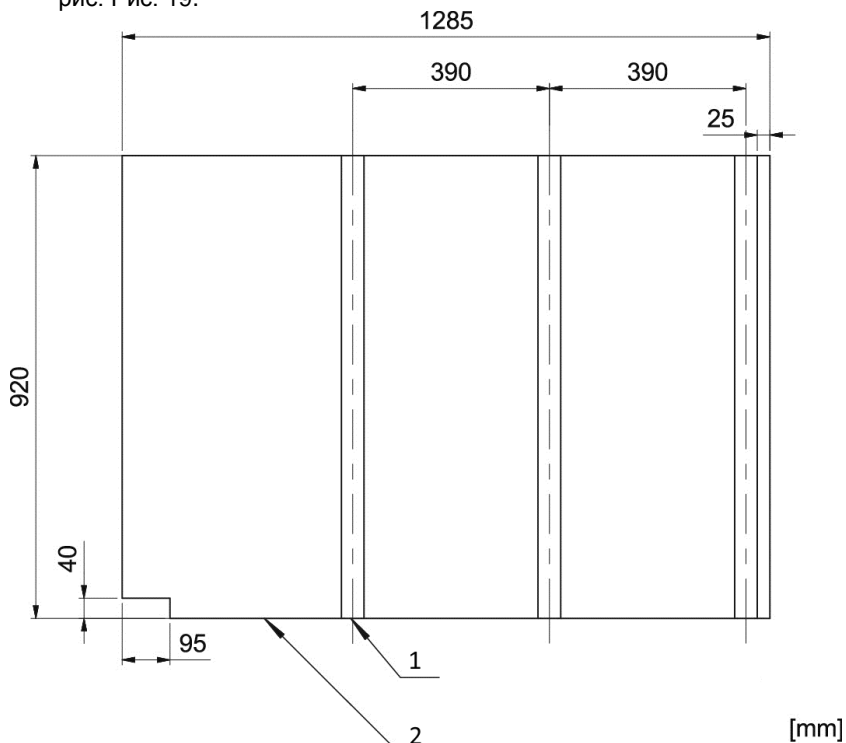

Рис. 19. Размеры боковой панели для заливки бетоном.
4.2 Нарезьте двенадцать деревянных брусьев 70x45 длиной по 920 мм и четыре панели из 18-миллиметровой фанеры, соответствующей EN 636-3, размером 1285x920 мм, а затем вырежьте в одном из углов паз, как показано на Рис. 19. Изготовьте четыре одинаковых комплекта боковых панелей в соответствии с указаниями, а затем прикрепите к панелям брусья с помощью саморезов, как показано на рис. Рис. 19.